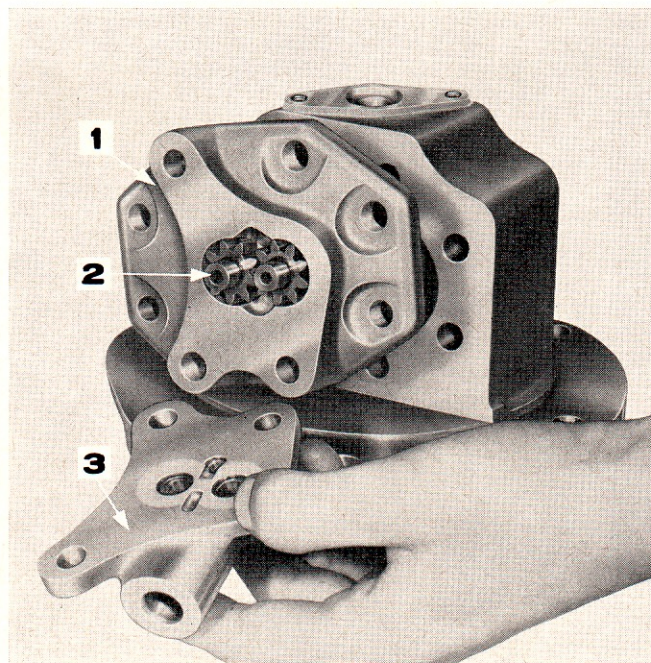

Figure 100: Pose de la pompe arrière
7. Fixer sans bloquer les couvercles sur le corps de pompe (Figure 100) avec leurs boulons, écrous et rondelles élastiques, en s'assurant que les deux boulons de centrage qui traversent le couvercle de sortie sont correctement placés. Serrer uniformément les écrous au couple spécifié (voir Spécifications, Chapitre 5).